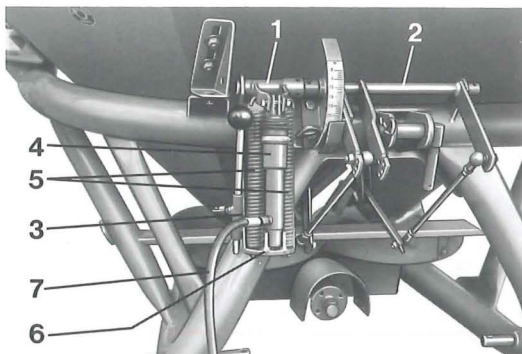

Fig. 9
4.6.1.1 Koblingsdelen (Fig. 9/1) sættes på til højre på omskifterakslen og forbindes med den medleverede samlestift.
4.6.1.2 Konsollen (Fig. 9/3) skydes på koblingsdelen (Fig. 9/1) og påskrues med to M 10x16 skruer til befæstigelsespladen på rammen.
4.6.1.3 Hydraulikcylindern (Fig. 9/4) forbindes ved hjælp af en let tilspændingsbøsning og en M 8 skrue med koblingsdelen (Fig. 9/1).
4.6.1.4 Fjederne (Fig. 9/5) påsættes foroven på koblingsdelen (Fig. 9/1).
4.6.1.5 Spændeskruen M 10 føres fra neden gennem cylinderholderen (Fig. 9/6), og fjederne (Fig. 9/5) spændes indtil de støder på.
4.6.1.7 Hydraulikslangen (Fig. 9/7) tilsluttes.